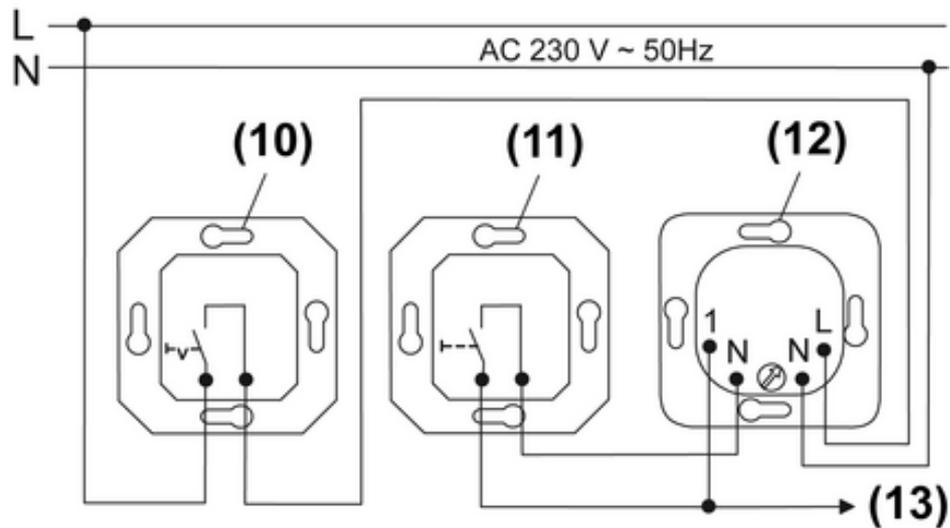
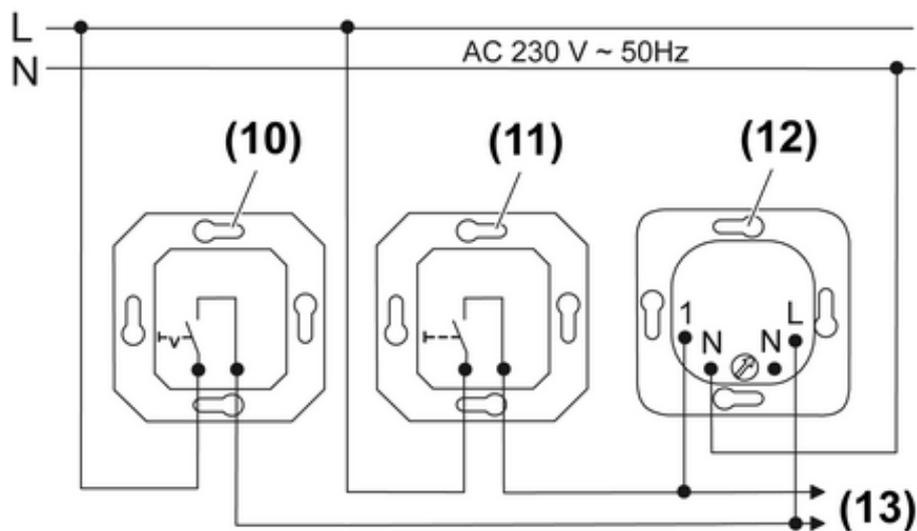

Figura 4: Esempio di collegamento commutazione colori tramite conduttore neutro
Figura 5: Esempio di collegamento commutazione colori tramite conduttore esterno
I seguenti esempi di collegamento illustrano due possibilità per installare le luci di orientamento. Nell'esempio di collegamento (figura 4) il conduttore neutro viene bloccato sull'ingresso di comando "1" per realizzare la commutazione colori. Nell'esempio di collegamento (figura 5) il conduttore esterno viene bloccato sull'ingresso di comando "1".
- Collegare la luce di orientamento seguendo l'esempio (figura 4) o (figura 5).
- Collegare le altre luci di orientamento (13) alla prima luce di orientamento.
- Montare l'inserto (12) in una scatola apparecchi. I morsetti di collegamento devono essere rivolti in basso.